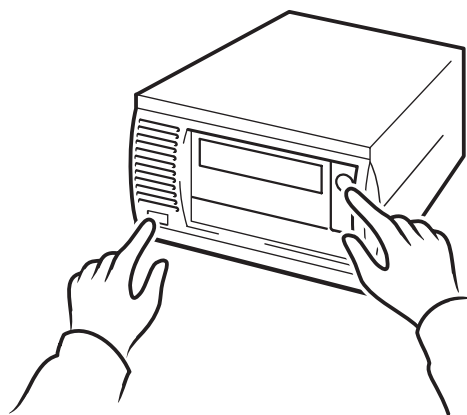
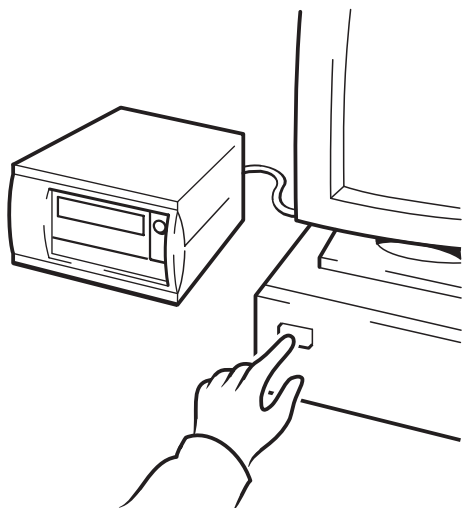

Figura 10b: utilizzo di HP OBDR, fase 2
Figura 10c: utilizzo di HP OBDR, fase 3
- 2 Tenendo premuto il pulsante di espulsione, accendere l'unità a nastro (vedere la Figura 10b) ed accendere il server (vedere la Figura 10c). Verrà attivato il processo HP One-Button Disaster Recovery. Rilasciare il pulsante di espulsione non appena il LED Ready sul pannello anteriore comincia a lampeggiare con la sequenza OBDR. Si tratta di una sequenza ripetitiva di: LED lampeggiante-LED acceso-LED lampeggiante.